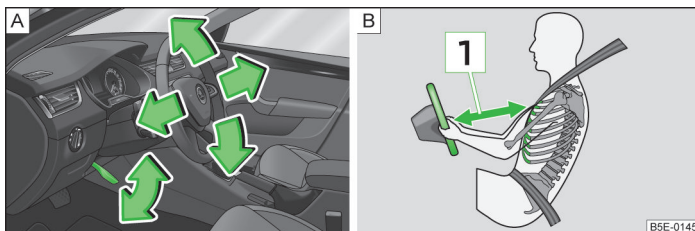

Fig. 89 Volante regulable: Palanca debajo del volante/distancia segura hasta el volante
- Mantener a una distancia mínima de 25 cm hasta el volante 1 » fig. 89 de la página 97 - B. Si no respeta la distancia mínima, el sistema de airbag no podrá protegerle - ¡Peligro de muerte!
- Girar la palanca situada debajo del volante hacia abajo » fig. 89 - A.